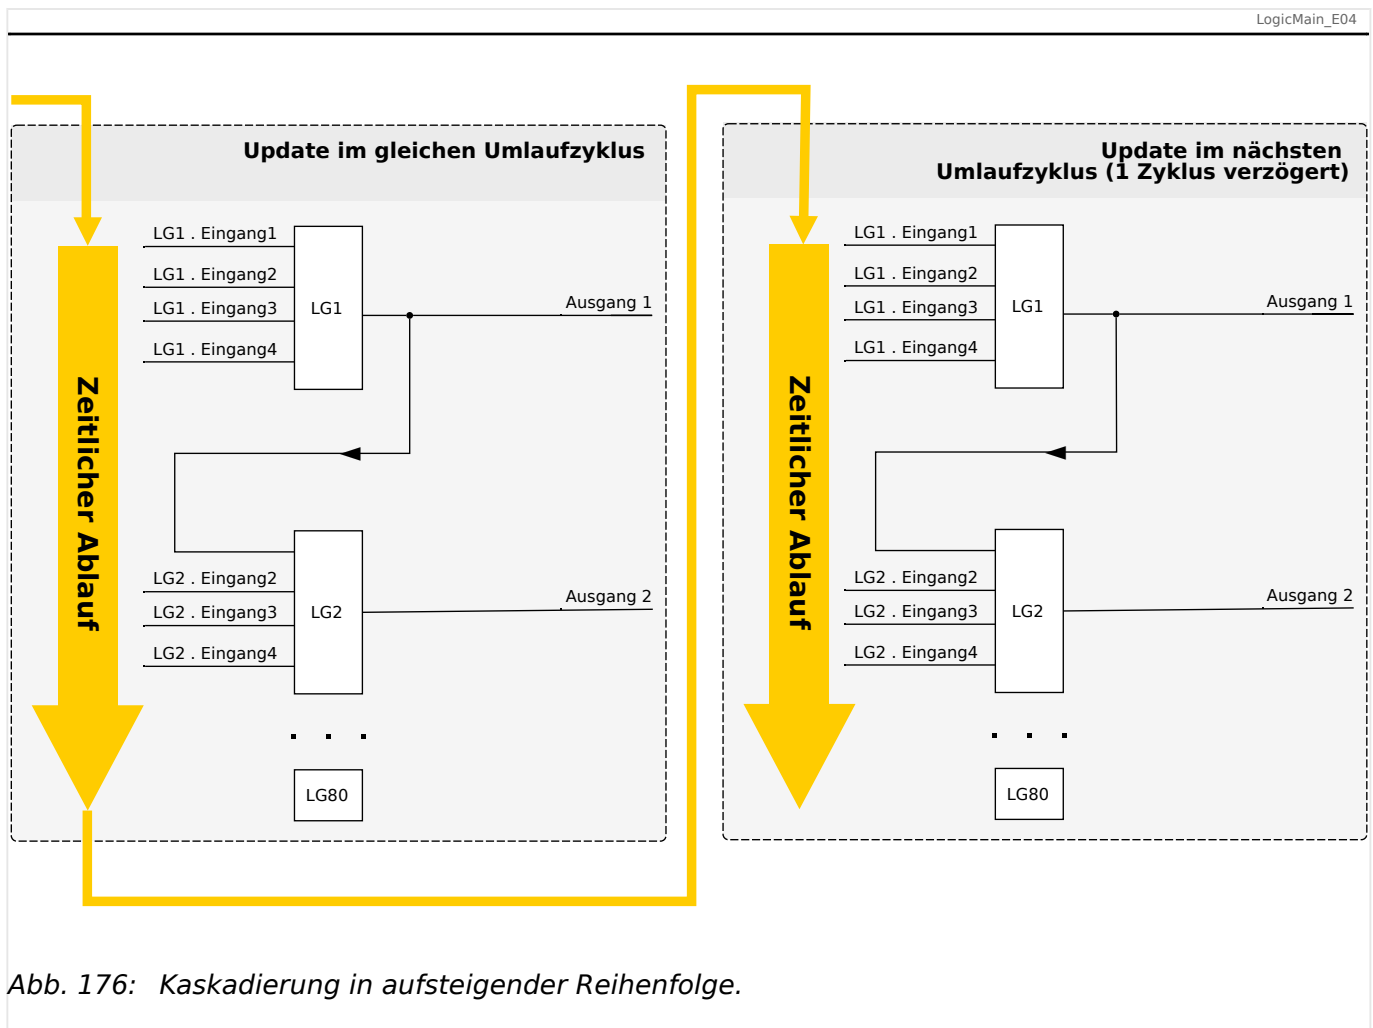
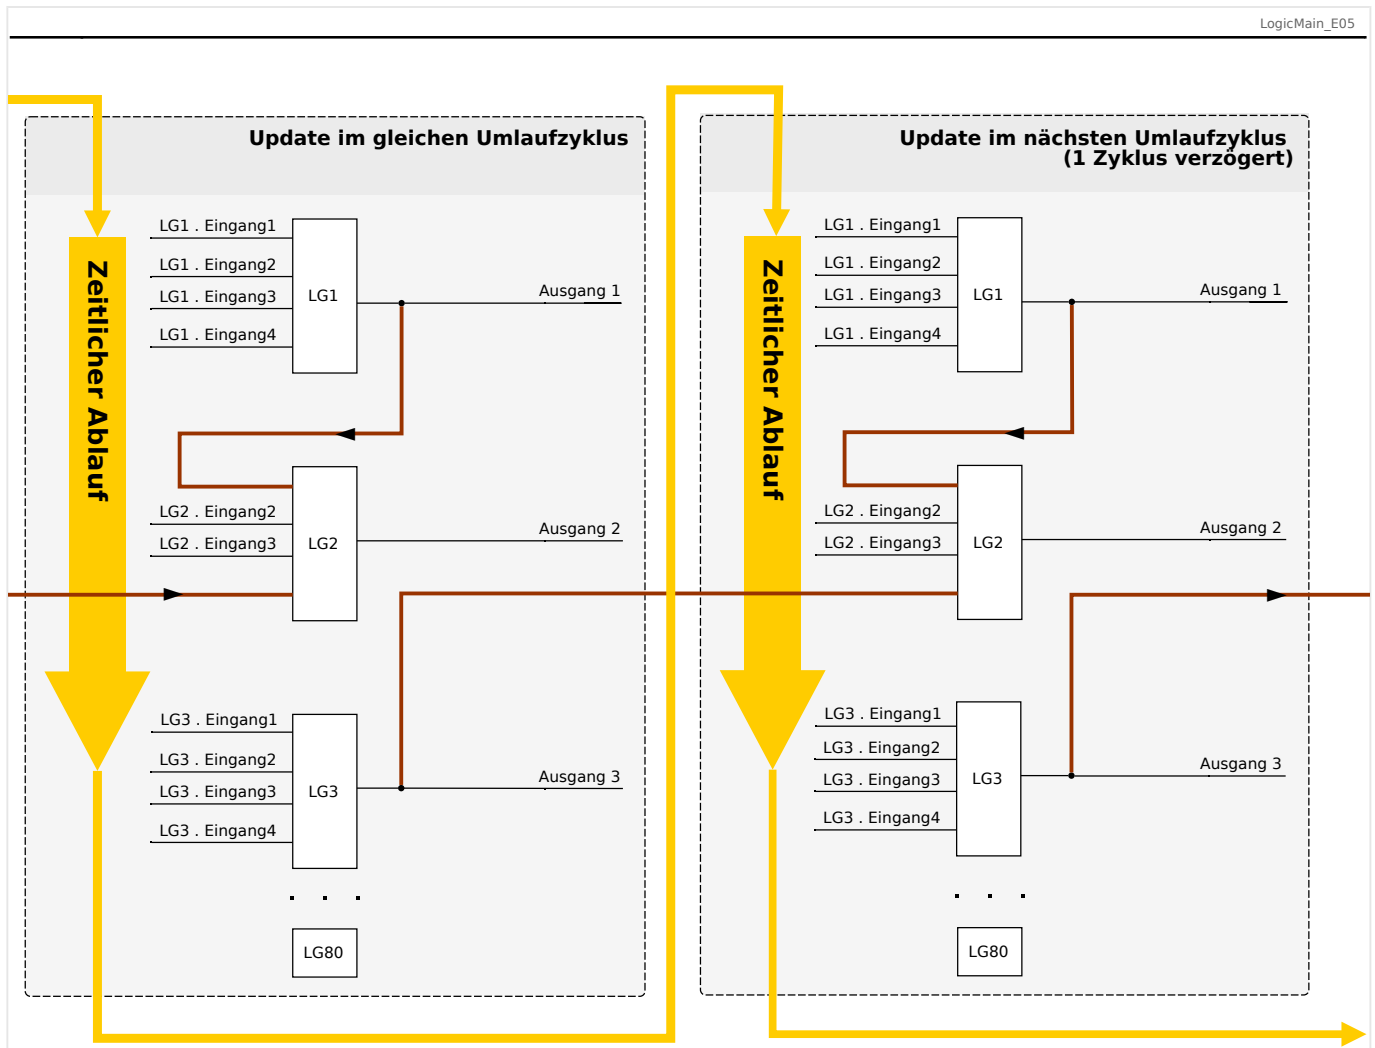

Abb. 176: Kaskadierung in aufsteigender Reihenfolge.
Abb. 177: Kaskadierung in absteigender Reihenfolge.
- Kaskadierung in **aufsteigender** Reihenfolge bedeutet, dass der Ausgang einer Logikgleichung auf den Eingang einer Logikgleichung mit **höherer** Nummer rangiert wird. Das Diagramm  Abb. 176 weiter unten zeigt ein Beispiel, bei dem der Ausgang von LG1 auf einen Eingang von LG2 rangiert wird.
- Kaskadierung in **absteigender** Reihenfolge bedeutet, dass der Ausgang einer Logikgleichung auf den Eingang einer Logikgleichung mit **niedrigerer** Nummer rangiert wird. Das Diagramm  Abb. 177 zeigt ein Beispiel, bei dem der Ausgang von LG3 auf einen Eingang von LG2 rangiert wird.
Bei der Konfiguration des Schutzgerätes bestehen keinerlei Einschränkungen oder Unterschiede zwischen aufsteigender und absteigender Reihenfolge. Da allerdings während der Laufzeit des MCDLV4 die Logikgleichungen in aufsteigender Reihenfolge ausgewertet werden, haben die resultierenden Ausgangswerte, die am Eingang der Logikgleichung anstehen, ein unterschiedliches „Alter“, wie in  Abb. 176 und  Abb. 177 veranschaulicht wird.
Das in Abb. 177 gezeigte Beispiel zeigt eine Konfiguration von „Logikgleichung 2“, die den Ausgang von zwei weiteren Logikgleichungen, „Logikgleichung 1“ und „Logikgleichung 3“, als Eingangszustände verwendet. Hierbei ist der Ausgang von „Logikgleichung 1“ in aufsteigender Reihenfolge verwendet, sodass der Wert in jeweils demselben Prozesszyklus ermittelt wird. Der Ausgang von „Logikgleichung 3“ wird in absteigender Reihenfolge verwendet, sodass der Wert in dem jeweils vorherigen Prozesszyklus ermittelt wurde.